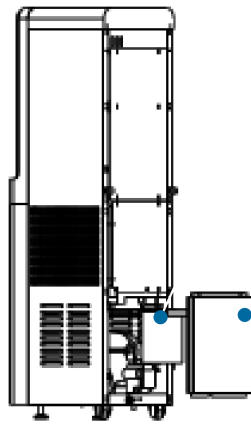

图 7 · 松开后盖板并拉出下水箱
3. 握住下水箱把手，缓慢向外拉出。请勿断开管路和接头。倾斜水箱倒出余水（图 7）。